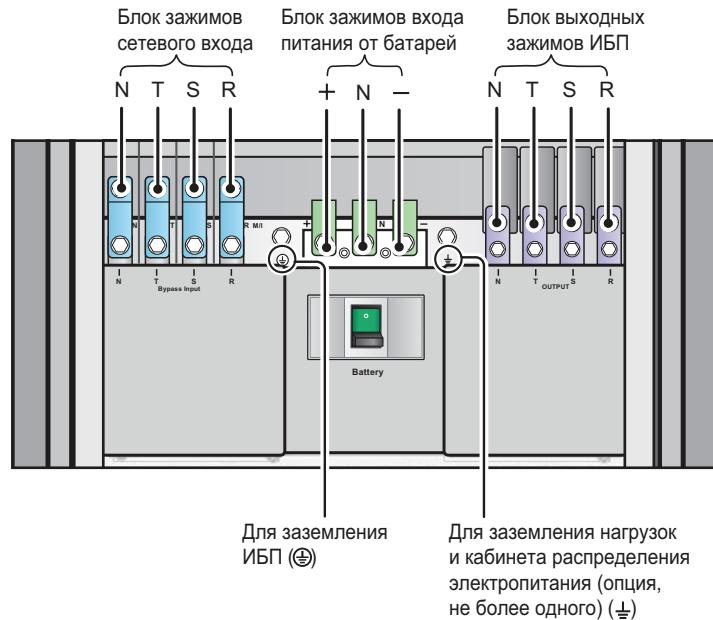
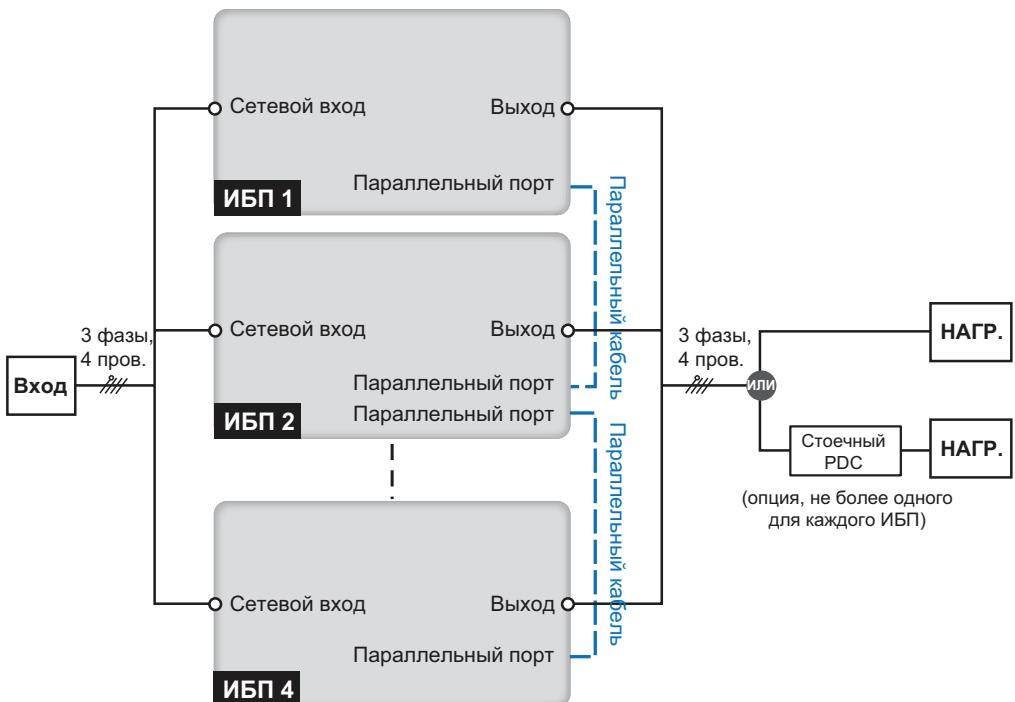

Рис. 5-7. Схема подключения в конфигурации с одним входом (одиночный ИБП)
Рис. 5-9. Схема подключения в конфигурации с одним входом (система с параллельными ИБП)
- Подключите к блоку зажимов электросеть переменного тока (к сетевому входу), нагрузку или кабинет распределения электропитания, внешний батарейный кабинет; заземлите ИБП. См. **Рис. 5-7**. Следуйте указаниям Руководства по эксплуатации PDC относительно монтажа, подключения, вентиляции и работы с этим устройством. В автономном режиме необходимо использовать либо внешний батарейный кабинет (не более четырёх), либо батарейный модуль (опция, не более четырёх). Одновременное использование батарейных кабинетов и батарейных модулей запрещается! Подключать ИБП одновременно к PDC и непосредственно к нагрузкам запрещается. Более подробная информация изложена в разделах **5.6 Внешний батарейный кабинет** и **5.7 Батарейный модуль**.
2. Подключите к блоку зажимов электросеть переменного тока (к сетевому входу), нагрузку или кабинет распределения электропитания, внешний батарейный кабинет; заземлите ИБП. См. *Рис. 5-7* и *Рис. 5-9*. Следуйте указаниям Руководства по эксплуатации PDC относительно монтажа, подключения, вентиляции и работы с этим устройством. В автономном режиме необходимо использовать либо внешний батарейный кабинет (не более четырёх), либо батарейный модуль (опция, не более четырёх). Одновременное использование батарейных кабинетов и батарейных модулей запрещается! Подключать ИБП одновременно к PDC и непосредственно к нагрузкам запрещается. Более подробная информация изложена в разделах **5.6 Внешний батарейный кабинет** и **5.7 Батарейный модуль**.